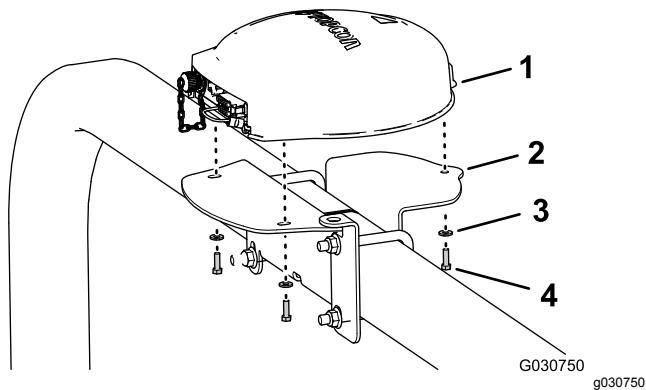

Figura 145
- Alinhe os três roscados na base do recetor de navegação com os três orifícios na montagem do recetor (Figura 145).
- Monte o recetor na montagem (Figura 145) com os três parafusos com cabeça sextavada (5 x 16 mm) e as três anilhas (5 mm).